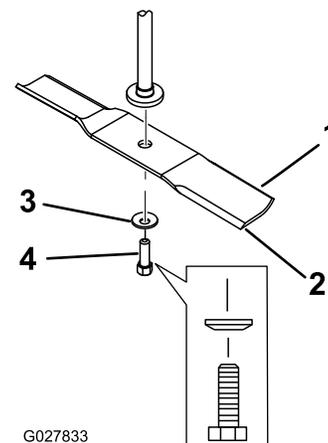

Figure 49
2. Enlevez de l'axe, le boulon, la rondelle bombée et la lame (Figure 49).
1. Placez la lame sur l'axe (Figure 49).
2. Montez le renfort (tabliers de 107 cm [32 po] uniquement), la rondelle bombée (face concave vers la lame) et le boulon de lame (Figure 49).